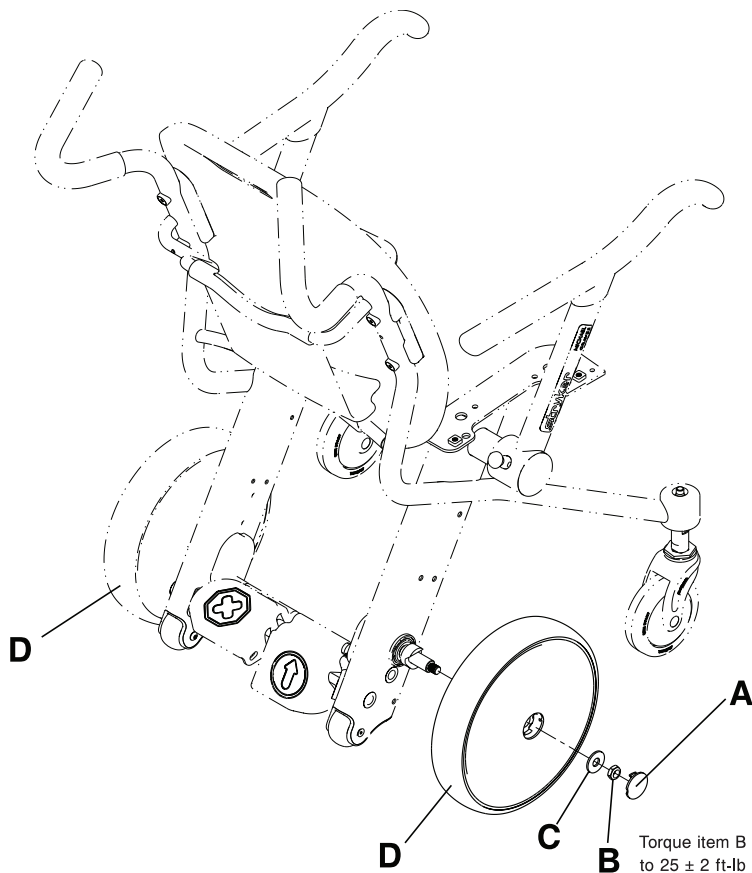

Fig. 8-28: Udskiftning af baghjulene
2. Brug et spidst redskab til at fjerne og kassere hættten (A) på cylindermøtrikken i midten af baghjulet (Fig. 8-28 på side 8-44).
3. Brug en 3/4 tommer topnøgle og en 3/8 tommer skraldenøgle til at fjerne og kassere møtrikken (B) midt i baghjulet (Fig. 8-28 på side 8-44).
4. Fjern og kassér den midterste spændeskive (C) (Fig. 8-28 på side 8-44).
5. Tag fat i baghjulet med begge hænder, og træk det udad for at frigøre hjulet (D). Kassér hjulet.
6. Gentag trin 2-5 i den modsatte rækkefølge for at installere det leverede baghjul. Brug en 3/8 tommer drejemomentnøgle til at spænde møtrikken i baghulets midte (B) til  $25 \pm 2$  ft-lb ( $34 \pm 3$  Nm).